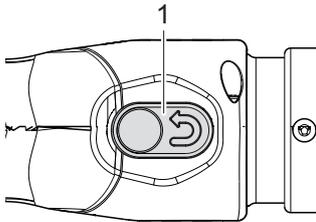

Abb. 12: Rückstellknopf drücken
1. Drücken Sie den Rückstellknopf (Abb. 12/1).